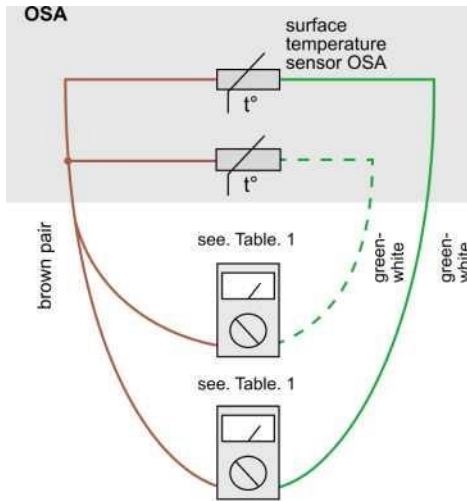

Figure 4.2. Organizarea internă a senzorului OSA
**Este necesar să:** verificați senzorul OSA și integritatea cablului acestuia. Conectați senzorul de temperatură intern de rezervă — firul verde-alb (Fig. 4.2). Dacă problema nu poate fi rezolvată, contactați Centrul de service.